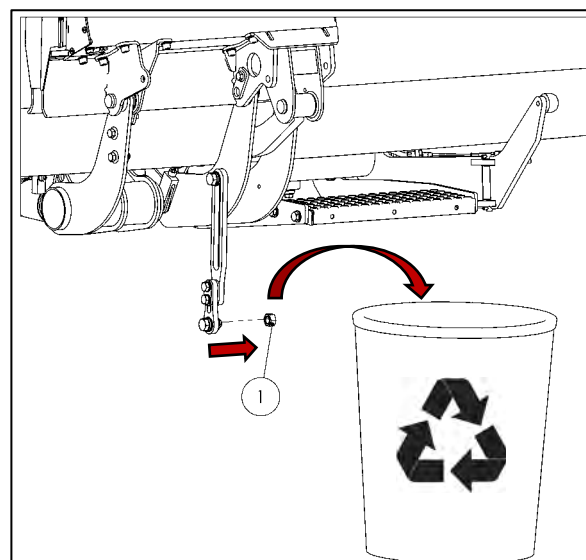

Abbildung 70
- Die Mutter zur Transportsicherung (Pos. 1) entfernen und entsorgen (siehe Abbildung 70).